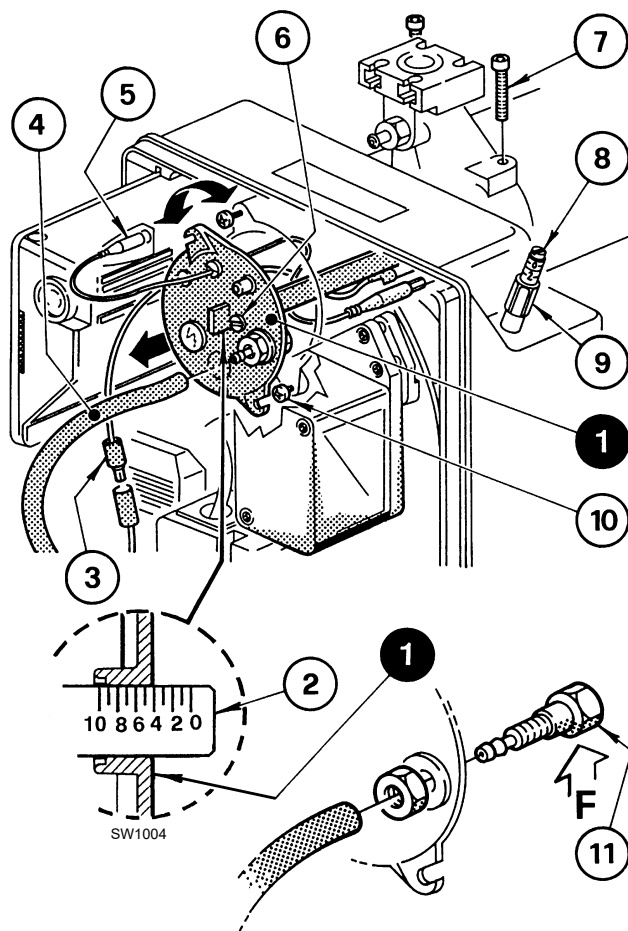

Fig. 11
Si esegue ruotando in senso orario o antiorario la vite di regolazione 6)(Fig. 11) fino a che la tacca incisa sulla staffa di regolazione 2) coincide con il piano esterno del gruppo testa 1).
Nella Fig. 11, la staffa di regolazione della testa è tarata alla tacca 4.
Per l'estrazione del gruppo testa (Fig. 11) è necessario:
Rimontare con procedura inversa a quanto sopra descritto, riposizionando il gruppo testa 1)(Fig. 11) come in origine.
Avvitare le viti 7)(Fig. 11), senza bloccarle fino a battuta. Bloccarle con una coppia di serraggio di 3 - 4 Nm.
Controllare che, durante il funzionamento, non si verifichino perdite di gas dalle sedi delle viti. Qualora accidentalmente si allentasse la presa di pressione 11)(Fig. 11) si raccomanda il corretto fissaggio assicurandosi che il foro (F) (Fig. 11) posto nella parte interna del gruppo testa 1)(Fig. 11) sia rivolto verso il basso.